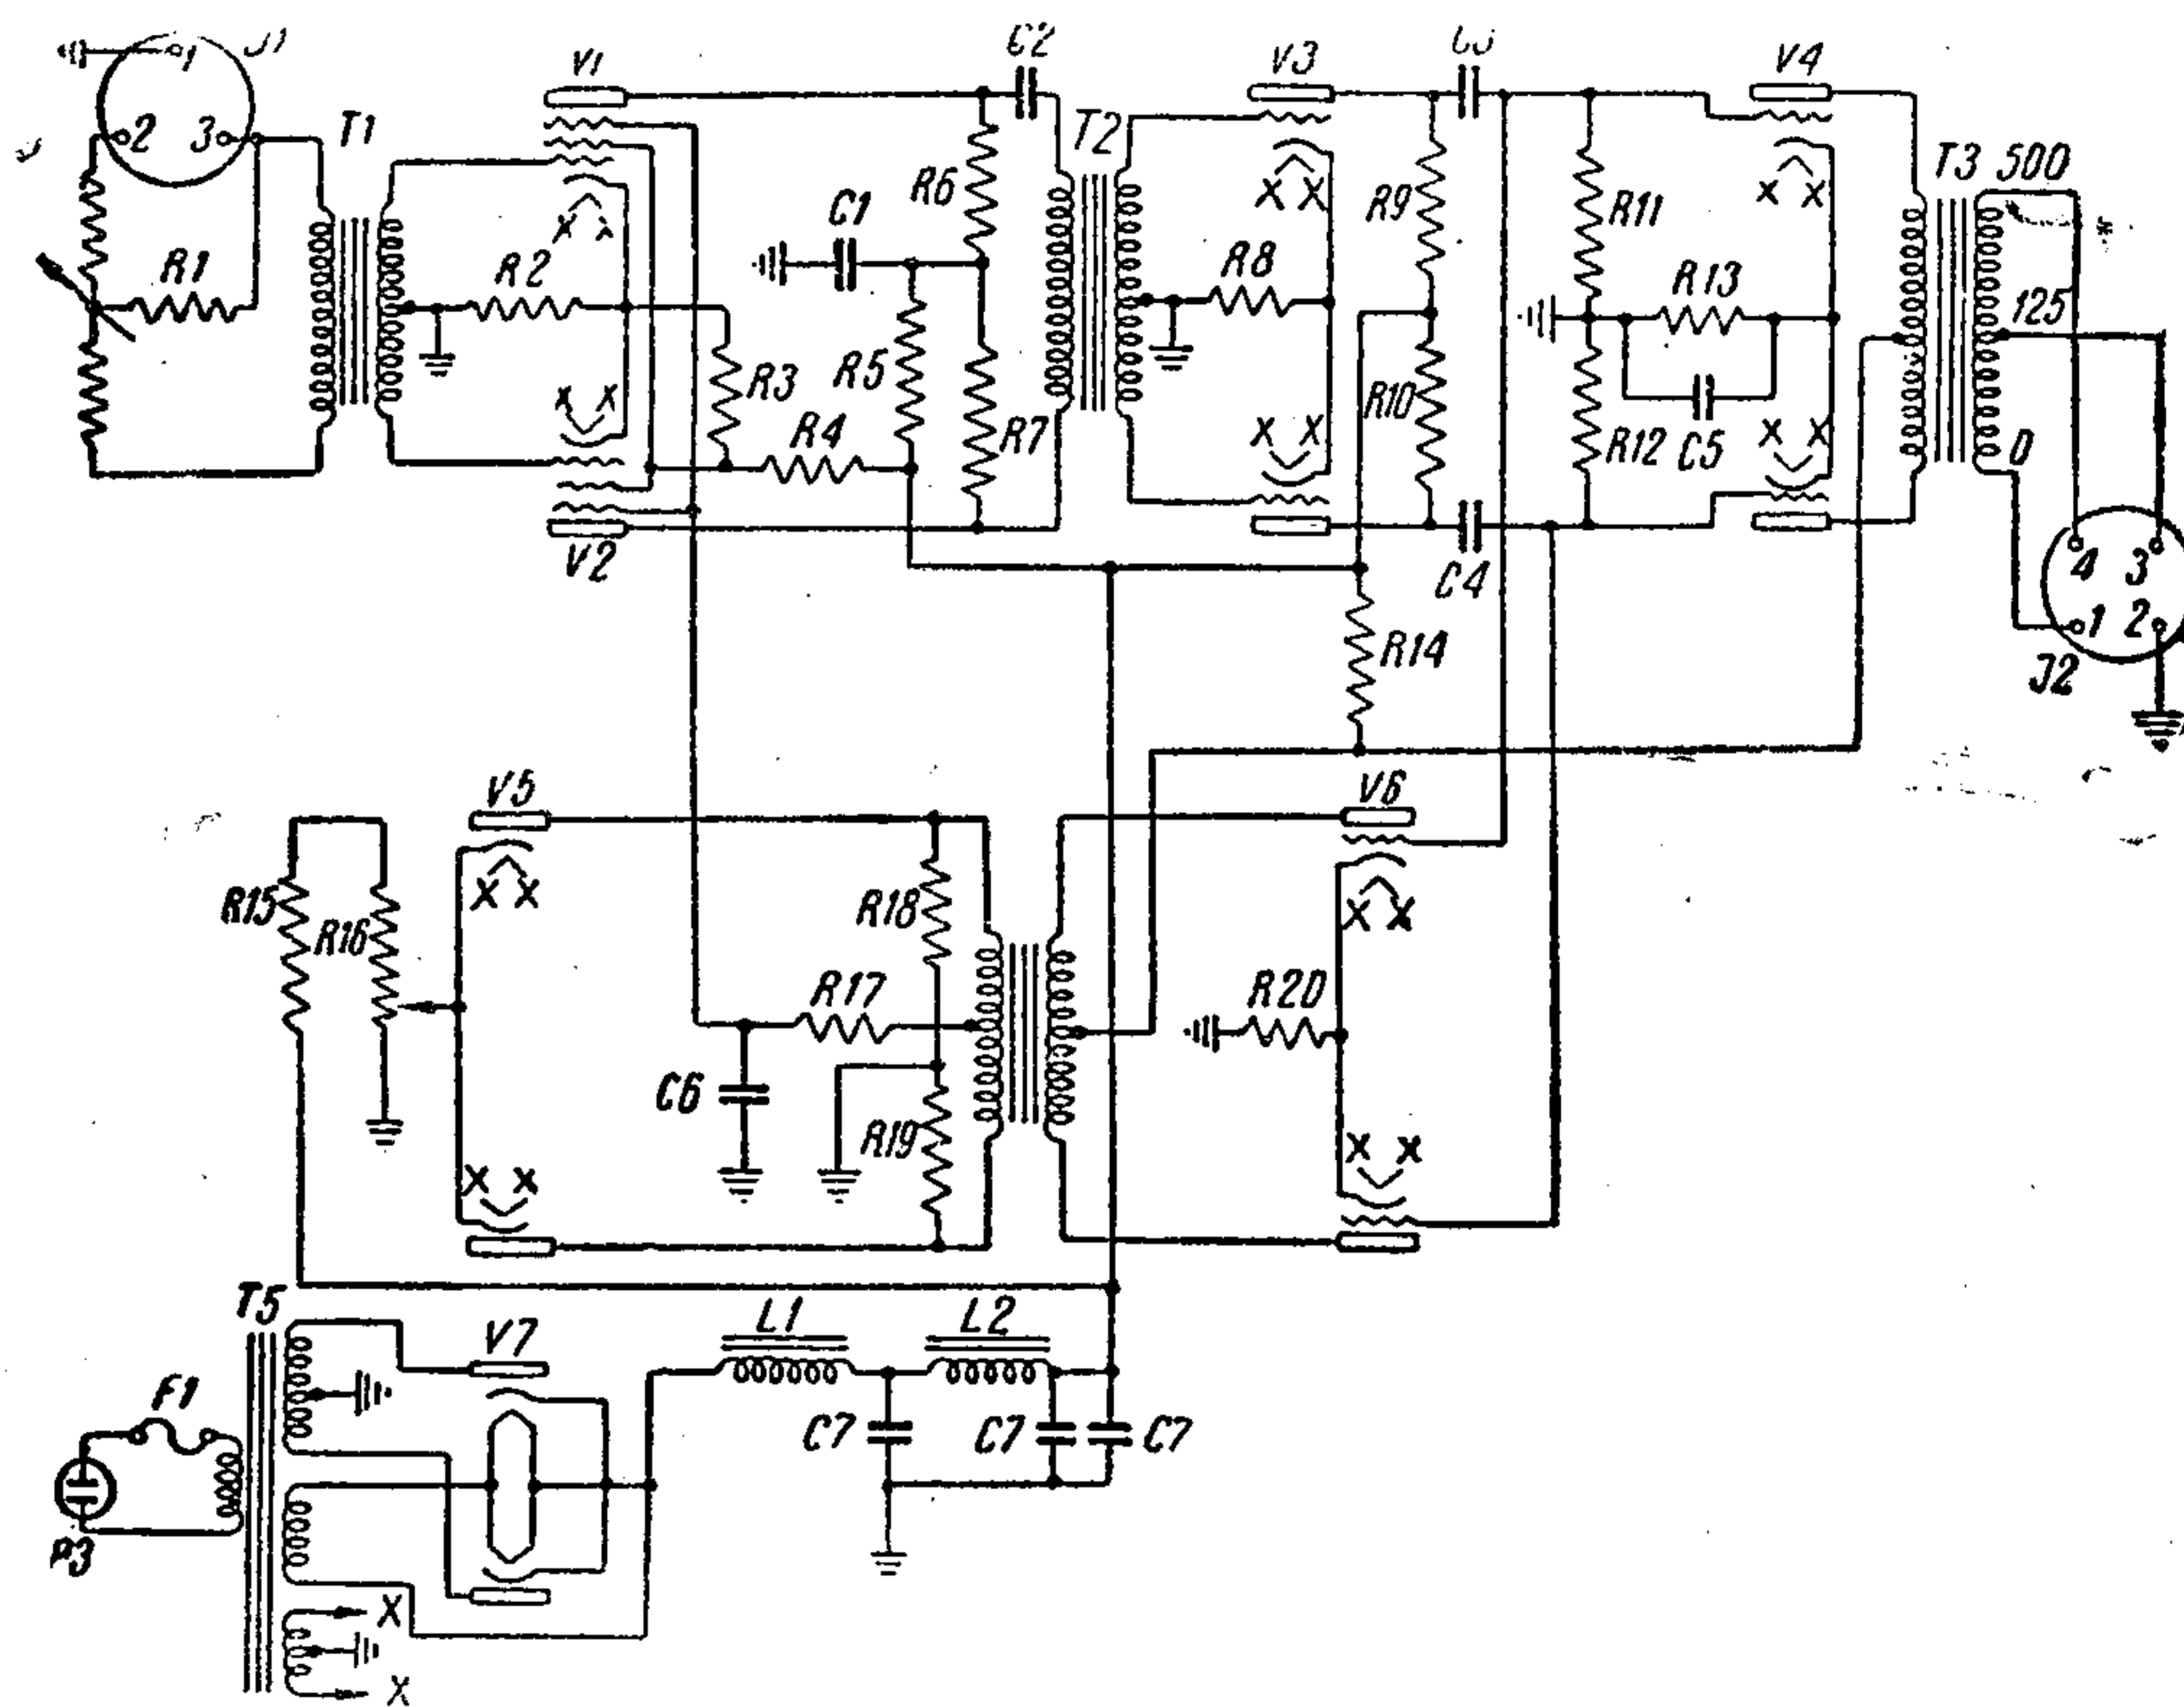

Рис. 40. Схема микрофонного усилителя М57Д1.
3) микрофонного усилителя М57Д1, предназначенного для усиления микрофонных токов (рис. 40; детали его указаны в спецификации к рис. 63);